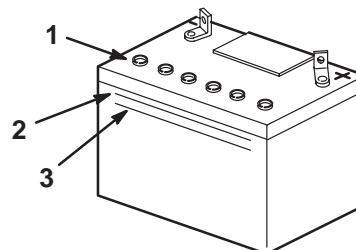

Figure 17
2. Observez le côté de la batterie. Le niveau de l'électrolyte doit atteindre le trait supérieur (Fig. 17).
3. Enlevez les bouchons d'aération de la batterie (Fig. 17).
4. Versez de l'eau distillée avec précaution dans chaque élément jusqu'au repère supérieur (Fig. 17) sur le côté de la batterie.
5. Attendez 5 à 10 minutes après avoir rempli les éléments. Ajoutez de l'eau distillée au besoin, pour amener le niveau au repère supérieur (Fig. 17) sur le côté de la batterie.